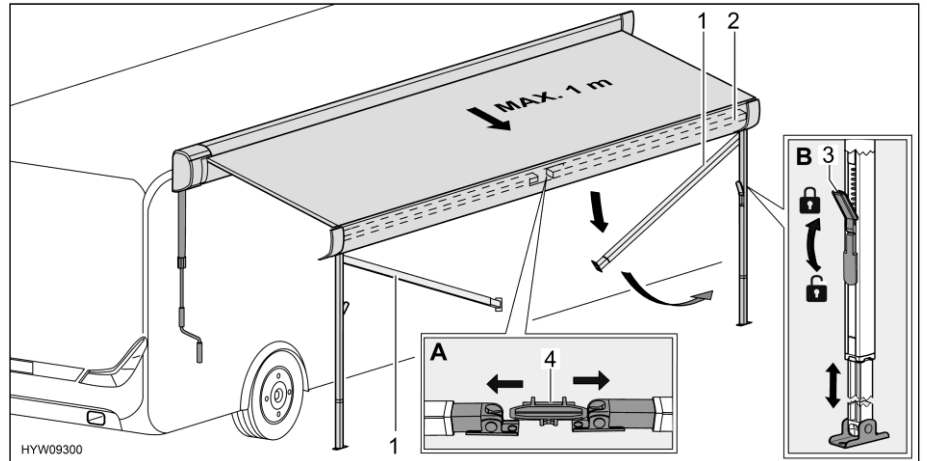

Fig. 50 Preparar los pies de apoyo
- Separar los pies de apoyo (Fig. 50,1) del soporte (Fig. 50,4) en el listón frontal (Fig. 50,2). Para ello, empujar los pies de apoyo ligeramente hacia fuera (Fig. 50,A).
- Soltar los bloqueos (Fig. 50,3) de los pies de apoyo. Para ello, plegar hacia abajo la palanca de bloqueo.
- Extraer la parte inferior de los pies de apoyo a la longitud deseada (Fig. 50,B).
- Cerrar los bloqueos (Fig. 50,3) de los pies de apoyo. Para ello, plegar hacia arriba la palanca de bloqueo.